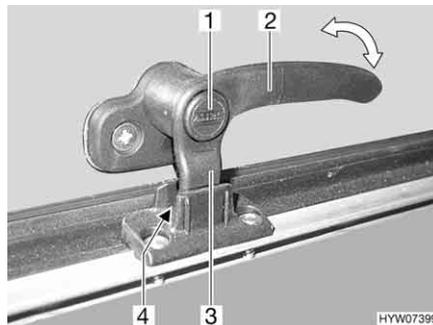
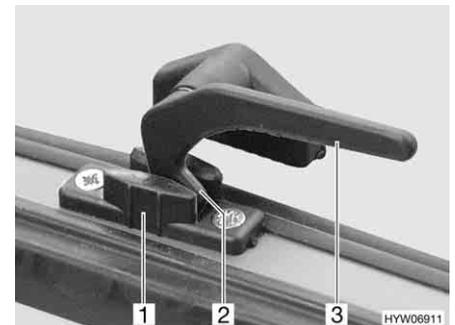

Bild 95 Verriegelungshebel mit Sicherungsknopf in Stellung "Dauerbelüftung"
Bild 96 Verriegelungshebel in Stellung "Dauerbelüftung"
- in Stellung "Dauerbelüftung" (Bild 95 und Bild 96)
- Wenn vorhanden, Sicherungsknopf (Bild 95,1) drücken und gedrückt halten.
- Den Verriegelungshebel (Bild 95,2 oder Bild 96,3) eine viertel Umdrehung zur Fenstermitte hin drehen.
- Den Verriegelungshebel wieder zurückdrehen. Die Verriegelungsnase (Bild 95,3 oder Bild 96,2) am Verriegelungshebel dabei in die Aussparung der Fensterverriegelung (Bild 95,4 oder Bild 96,1) einfahren.
- Wenn vorhanden, Sicherungsknopf (Bild 95,1) loslassen.